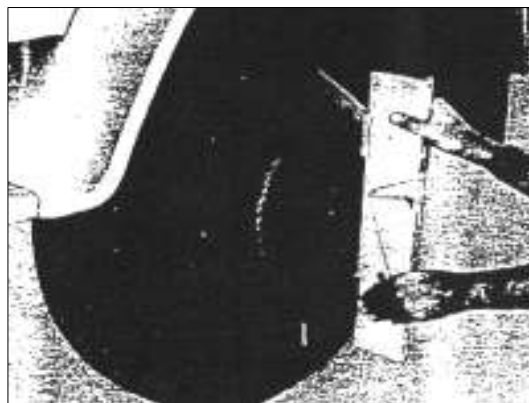

РИС. 303
- 4) Прокатите машину вперед так, чтобы колесо повернулось на 180°, то есть метка находилась внизу (см. рис.303).